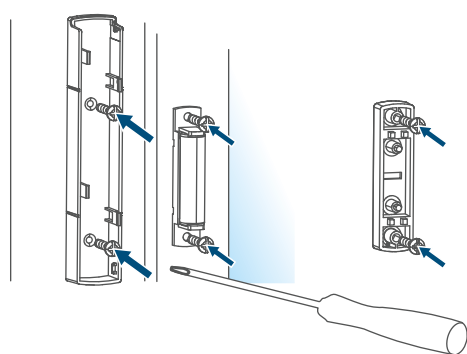

Figure 12
- Maintenez le côté arrière du contact magnétique ou l'entretoise dans la position de montage souhaitée et tournez les deux vis (2,2 x 13 mm) à travers les trous de vis (v. figure 12).